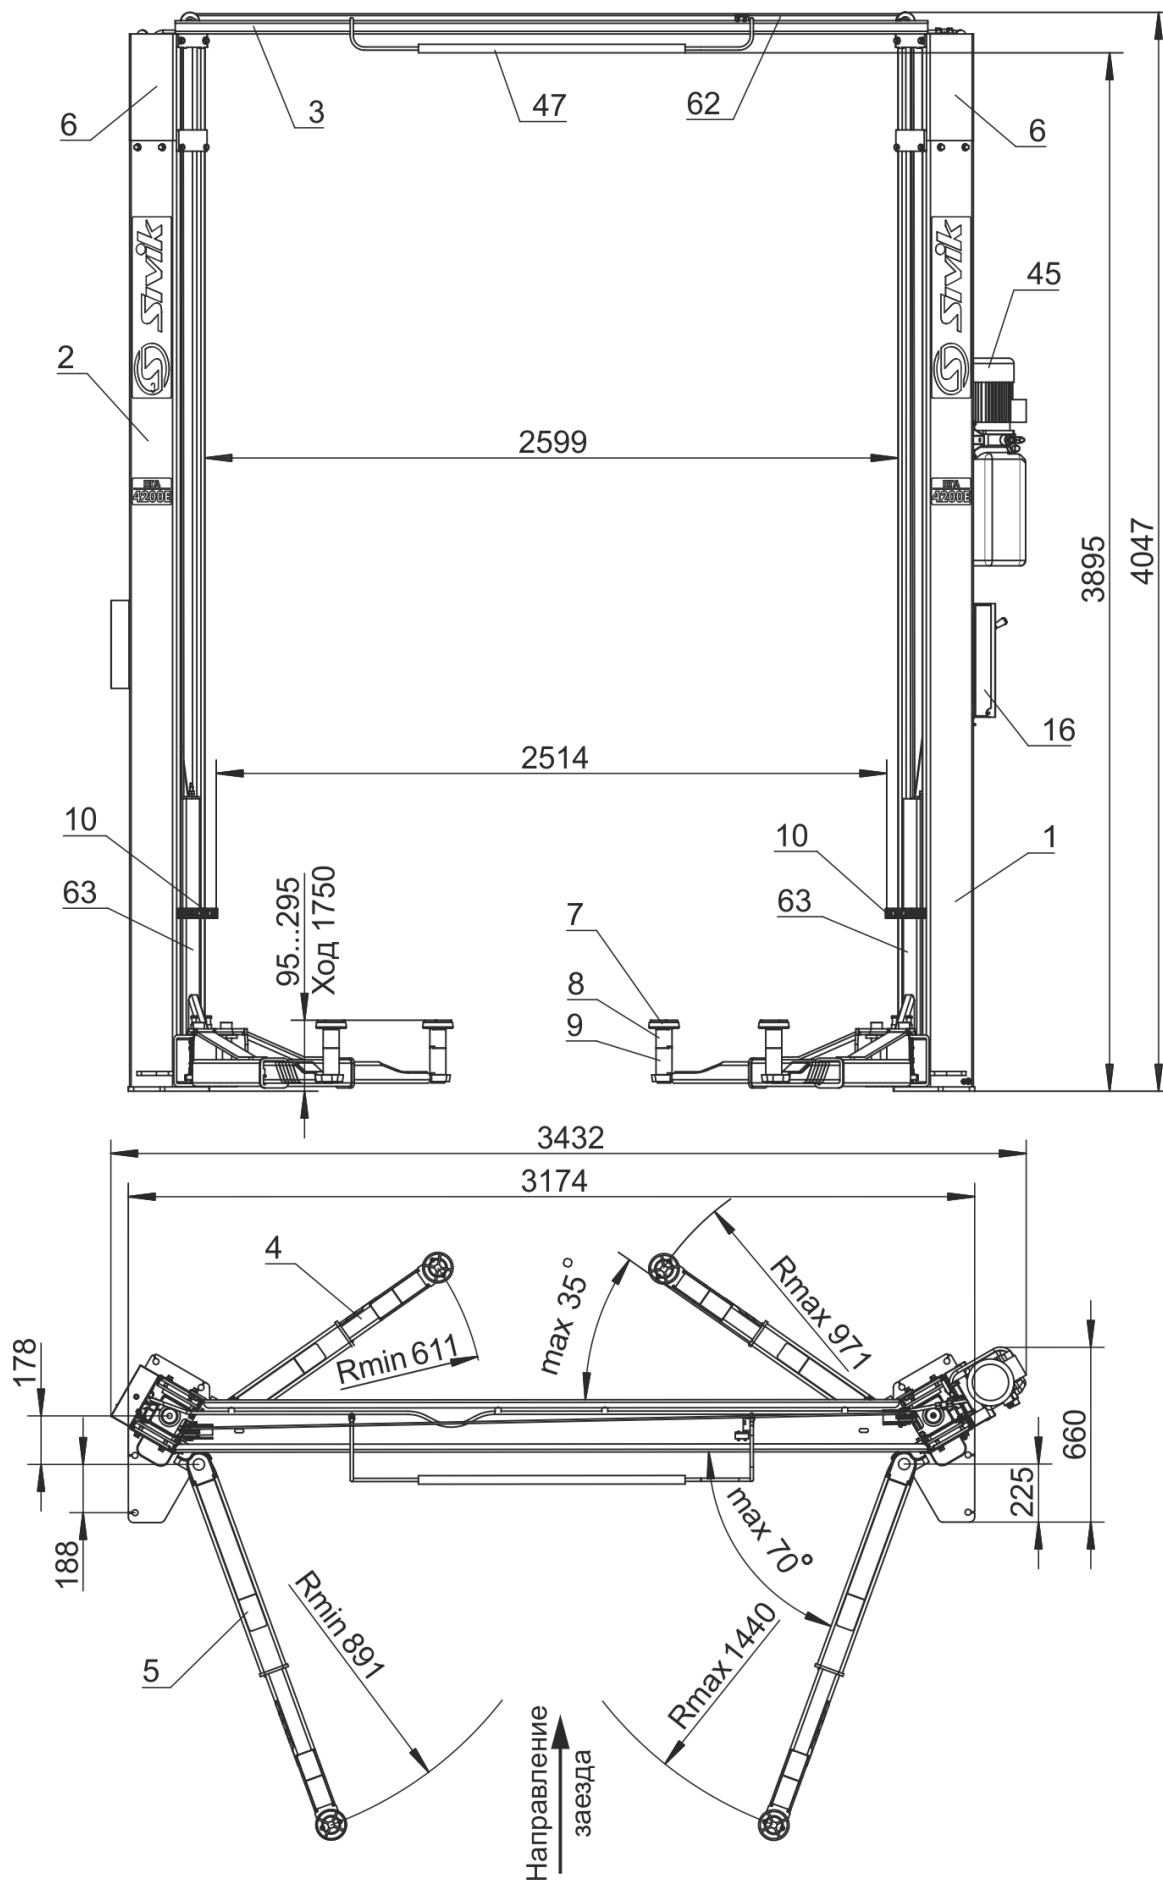
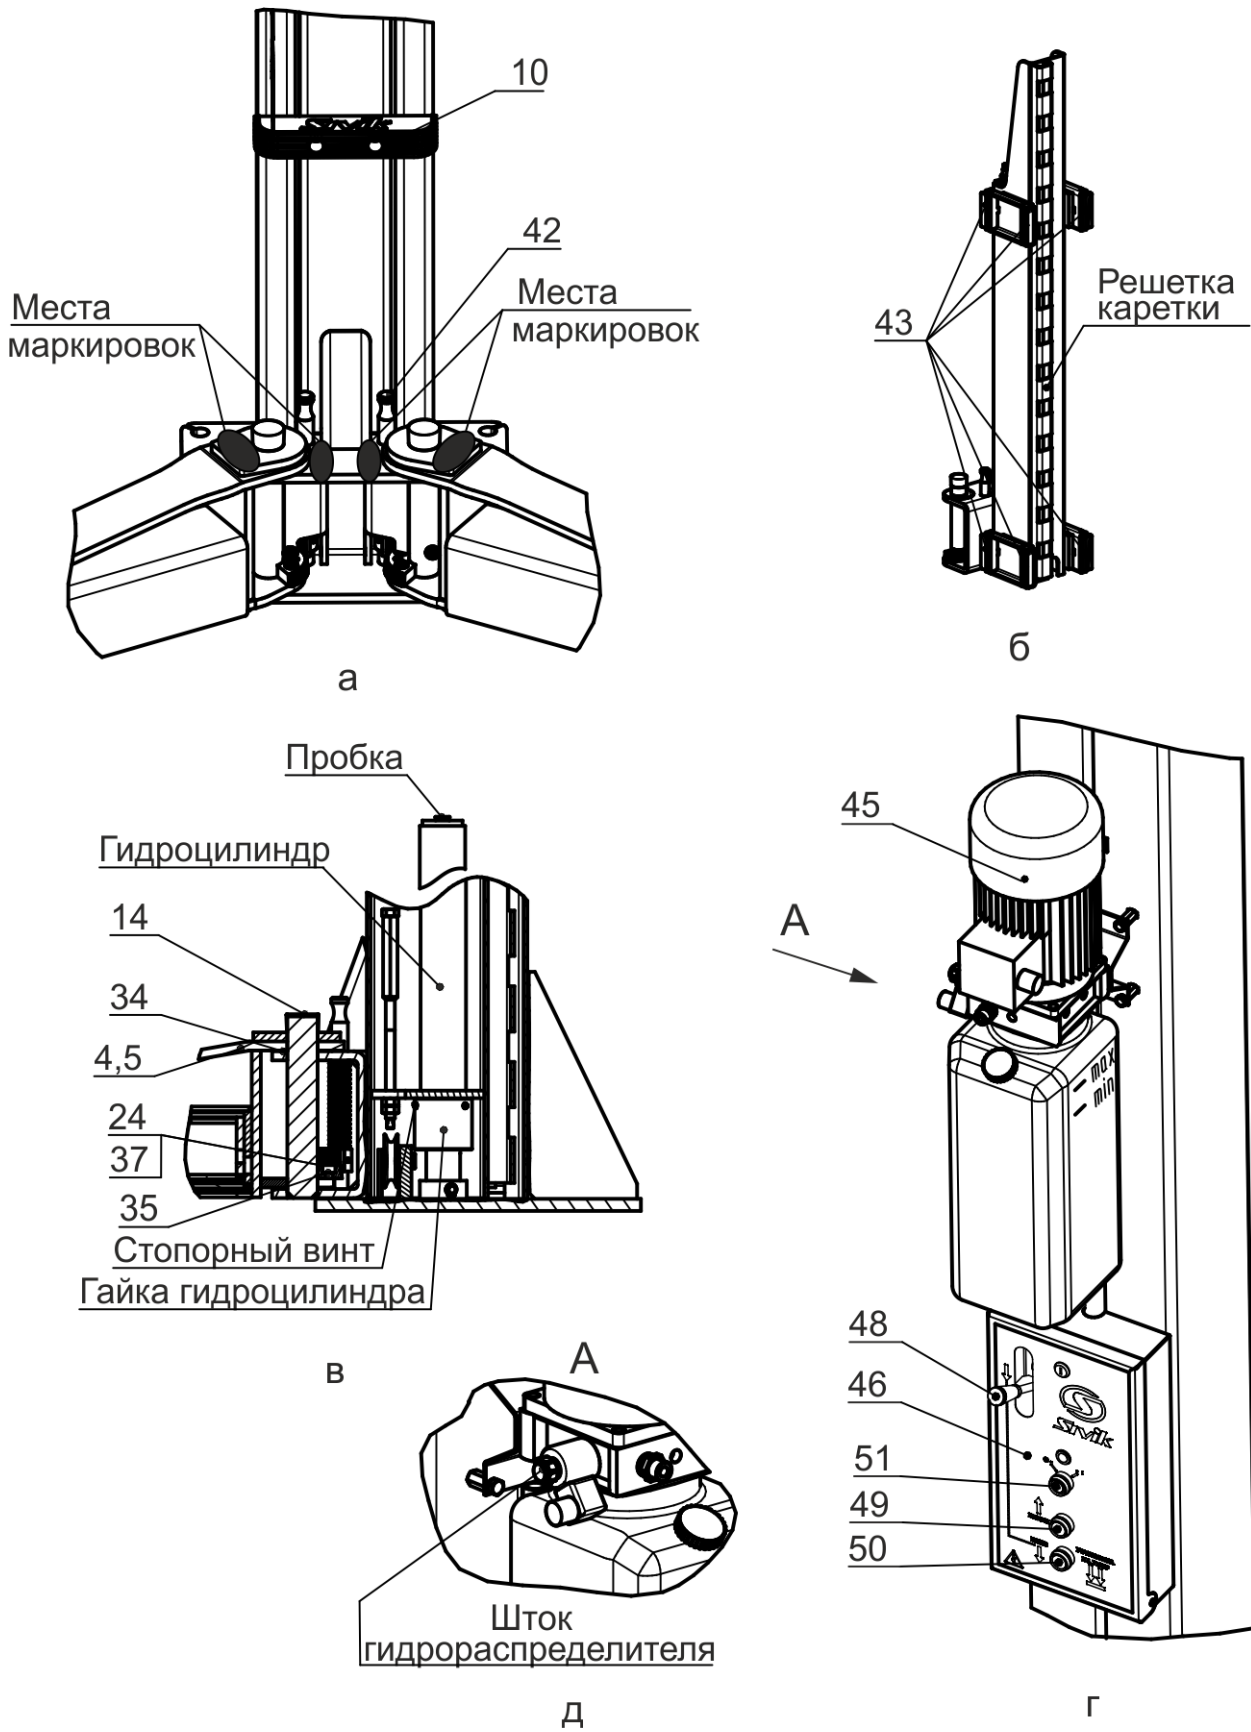

Рисунок 3.1 - Общий вид подъемника
Рисунок 4.1 – Виды подъемника
Подъемник (рисунок 3.1) состоит из двух стоек коробчатого сечения - правой 1 и левой 2, соединенных между собой перекладиной 3. В стойках размещены каретки 63 с закрепленными на них поворотными телескопическими подхватами 4 и 5 разной длины. На концах подхватов 4, 5 установлены опоры 7, подставки опоры 8, 9. Подхваты фиксируются стопорными устройствами 42 (рисунок 4.1 а), автоматически срабатывающими при подъеме автомобиля. При опускании кареток 63 в крайнее нижнее положение происходит автоматическое расстопорение подхватов 4 и 5. Каретки 63 приводятся в движение гидравлическими цилиндрами, установленными внутри стоек. Подъемник снабжен системой 62 тросовой синхронизации движения кареток 63.
Каждая каретка 63 (рисунок 4.1 б) снабжена полиамидными ползунами 43, скользящими по беговым дорожкам стоек 1 и 2. Каретки фиксируются на требуемой высоте стопорами-защелками 44 (рисунок 3.1), закрепленными на стойках 1,2 и входящими в зацепление с решетками на каретках 63.
На правой стойке (рисунок 4.1 г) размещена насосная станция 45 с пультом управления 46. Внутри насосной станции 45 находится клапан предохранительный, предотвращающий перегрузку в гидросистеме. Клапан предохранительный настроен на заданное давление и опломбирован.
- касании автомобилем ограничительной дуги 47 перекладины 3 (рисунок 3.1);
Для предотвращения повреждения дверей автомобиля (при открывании) на каретки 63 установлены накладки 10, фиксируемые винтами М8х30, шайбами 8Г и шайбами 8 (рисунок 3.1 и рисунок 4.1 а).
Управление подъемником осуществляется рычагом 48 (рисунок 4.1 г) и двумя кнопками 49 и 50, установленными в пульте управления 46. Рычагом 48 осуществляется расстопорения кареток 63, а кнопками 49 и 50, подъем (кнопка 49) и опускание (кнопка 50) кареток 63.
ВНИМАНИЕ! Перед сборкой проверить затяжку гаек гидроцилиндров и стопорных винтов (рисунок 4.1 в).
Для того чтобы проверить срабатывание упругой тяги 55, необходимо одному человеку прижать рукой защелку 44 к стойке 2, а другому повернуть рычаг 48 (рисунок 4.1 г) на себя. Упругая тяга 55 должна вытянуться на полный ход штока.
При повороте рычага 48 (рисунок 4.1 г) защелки на левой и правой стойки должны срабатывать одновременно. При отпуске рычага 48, защелки на левой и правой стойке должны вернуться в исходное положение. Регулировка проводится выборкой слабины тросика 52 и обжатием петли от вытягивания зажимом 13.
6.9 Открутить пробку бака насосной станции 45 и залить масло (около 12 л) до верхней метки «МАХ» (рисунок 4.1 г). Уровень масла контролировать визуально. Установить пробку бака на место.
- кратковременным нажатием на кнопку 49 (двигатель должен работать, вращение крыльчатки по стрелке на кожухе эл. двигателя, а из бака должно убывать масло, рисунок 4.1 г).
- отвернуть пробки у каждого гидроцилиндра на один оборот (рисунок 4.1в)
6.13 Подхваты 4 и 5 установить согласно маркировки, предварительно одев шайбу 34 на ось каретки, как представлена на рисунке 4.1а и зафиксировать секторами 40 к подхватом 4 (рисунок 4.1в). Сектора фиксировать винтами 24 и шайбами 37. Допускается разно-высотность подхватов до 10 мм. Убедитесь, что подхваты фиксируются стопорными устройствами 42.